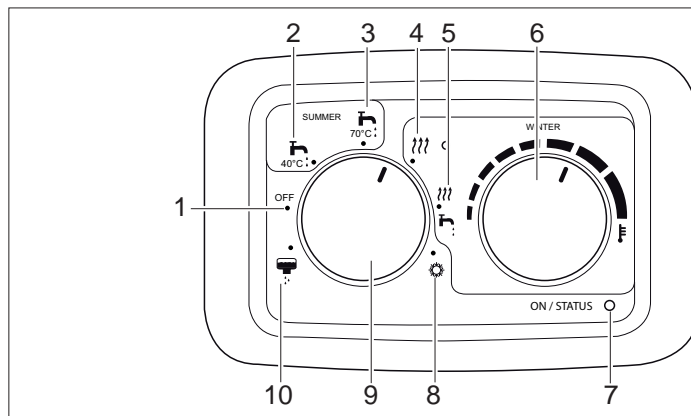

Fig. 195 Pannello riscaldamento gasolio Webasto
L'apparecchio di riscaldamento viene utilizzato per riscaldare l'acqua potabile. L'acqua viene riscaldata e mantenuta ad una temperatura di 40 °C o di 70 °C. Il ventilatore dell'aria di riscaldamento dell'abitacolo non è attivato. Se la temperatura dell'acqua scende sotto un determinato valore, la combustione viene riavviata. L'indicatore (Fig. 195,7) sull'elemento di comando resta acceso in verde finché l'apparecchio rimane acceso.
- Portare il selettore del modo operativo (Fig. 195,9) su funzionamento estivo, temperatura dell'acqua 40 °C (Fig. 195,2) o 70 °C (Fig. 195,3).
La spia di funzionamento (Fig. 195,7) si accende in verde e la spia sul selettore del modo operativo (Fig. 195,9) si accende in rosso.
Spegnimento: ■ Portare il selettore del modo operativo (Fig. 195,9) su "Off" (Fig. 195,1).
Accensione: ■ Regolare il selettore della temperatura interna (Fig. 195,6) sulla temperatura interna selezionata con il termostato.
■ Regolare il selettore del modo operativo (Fig. 195,9) sul funzionamento invernale, riscaldamento senza preparazione dell'acqua calda (Fig. 195,4).
La spia di funzionamento (Fig. 195,7) si accende in verde e le spie sul selettore del modo operativo (Fig. 195,9) e sul selettore della temperatura interna si accendono in rosso.
■ Regolare il selettore del modo operativo (Fig. 195,9) sul funzionamento invernale, riscaldamento con preparazione dell'acqua calda (Fig. 195,4).
Se il boiler non contiene acqua e si seleziona il funzionamento invernale, riscaldamento con preparazione dell'acqua calda, l'elemento di comando emette un avvertimento. Il LED verde accanto a funzionamento invernale, riscaldamento con preparazione dell'acqua calda (Fig. 195,4) inizia a lampeggiare.
- Regolare il selettore del modo operativo (Fig. 195,9) sul funzionamento invernale, riscaldamento senza preparazione dell'acqua calda (Fig. 195,4).